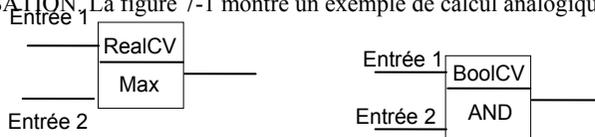

Figure 7-1 : exemples de fonctions analogiques et logiques
- **Analogue Calc.** Il est possible d'effectuer jusqu'à seize calculs analogiques simples, la sortie de chaque calcul étant écrite dans l'une des seize valeurs calculées. Dans de nombreux cas, une valeur calculée est affectée directement à un paramètre câblable mais les calculs complexes peuvent être effectués par chaînage, c'est-à-dire par l'utilisation des valeurs calculées comme entrées pour les calculs ultérieurs. La figure 7-1 montre un exemple de calcul analogique.
- **Logic Calc.** Les calculs logiques sont traités de la même manière que les calculs analogiques. Exemples de calculs logiques : ET, OU, OU EXCLUSIF et MEMORISATION. La figure 7-1 montre un exemple de calcul analogique.